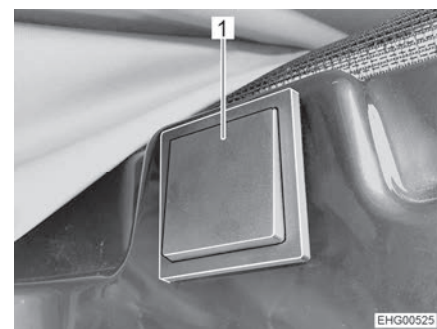

Fig. 58 Tasto per lo sblocco elettrico
Il tasto per lo sblocco elettrico (Fig. 58) è ubicato sul lato destro nella zona sopra la porta scorrevole.
- Premere per circa 2 secondi il tasto (Fig. 58,1).